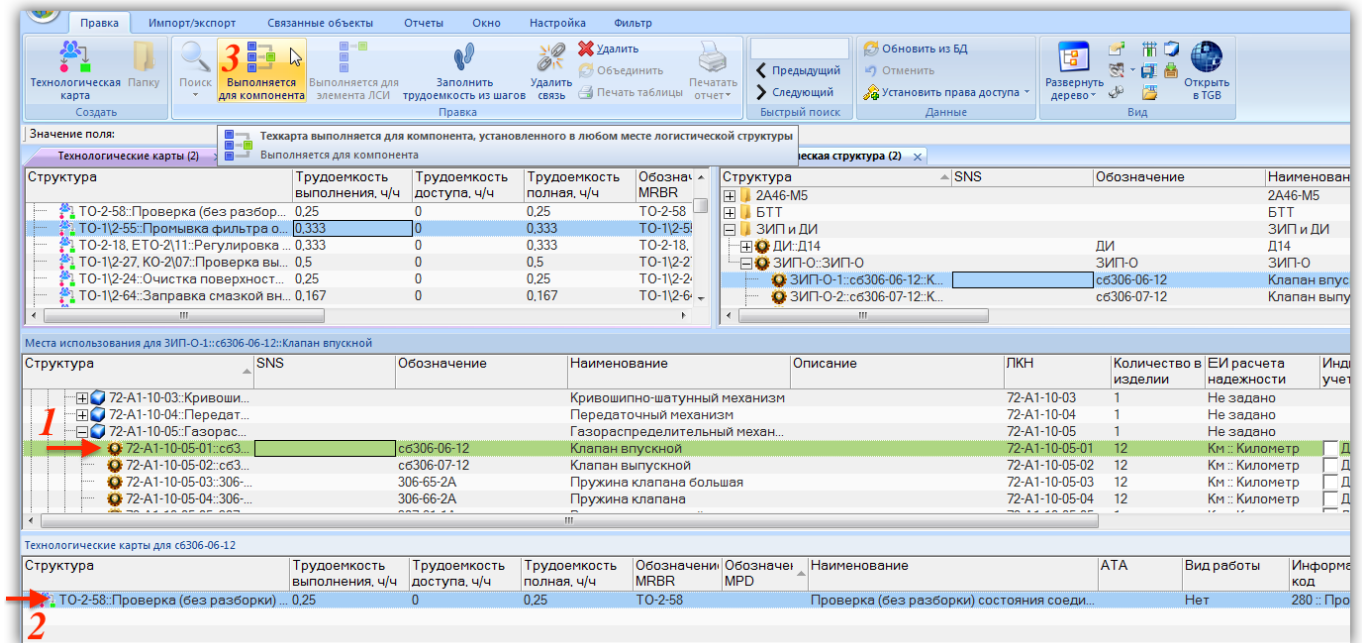

Рис. 17-49 – Установление связи ТК со всеми месторасположениями компонента в ЛСИ
2) Нажать кнопку «Технологические карты» панели «Связанные объекты» и выбрать пункт «Только связанные» (2).
3) В результате откроется связанное окно «Технологические карты» для компонента (3). В нем будут перечислены все техкарты, которые связаны с данным месторасположением компонента в ЛСИ. В данном примере это техкарта «ТО-2-58» (имя ТК задается в поле «Обозначение MRBR»).
4) Выбрать техкарту в связанном окне «Технологические карты» (2 на рис. 17-49) для месторасположения компонента и нажать одну из двух следующих кнопок:
- Кнопку «Выполняется для компонента», чтобы установить связь ТК со всеми месторасположениями компонента (3 на рис. 17-49). После установления связи со всеми месторасположениями компонента эта кнопка становится недоступной.